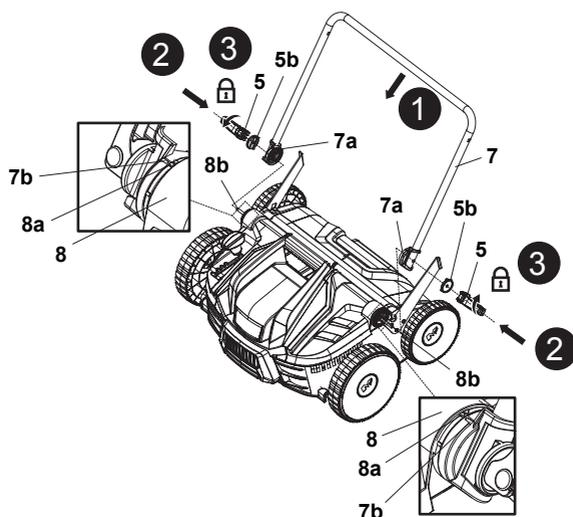

Fig. 1
1. Pune mașina pe sol. Montează plăcile selectoare (7a) la capetele suportului inferior al mânerului (8) cu părțile zimțate spre interior.
2. Aliniaza și introdu placa selectoare (7a) pe șurubul de montare (8b) de pe suportul mânerului (8) pe ambele părți ale barei inferioare a mânerului (7) (Fig. 1, pasul 1).
3. Verifică orientarea flanșelor (5b) și aliniaza-le mai întâi fantele pe bara inferioară a mânerului (7), apoi aplică levierul de prindere (5) pe șuruburile de montare (8b) (Fig. 1, pasul 2).
4. Fixează ansamblul mânerului pliiind levierul de prindere (5) către bara inferioară a mânerului (7). Dacă levierul de prindere (5) nu poate fi pliat, slăbește-l și strânge-l din nou. Dacă levierul de prindere (5) este prea slăbit, strânge-l rotindu-l în sens orar (Fig. 1, pasul 3).